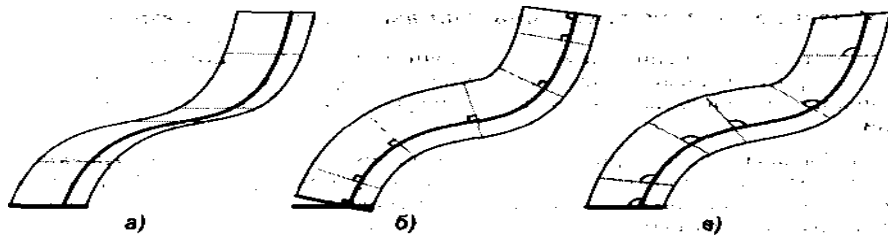

Рисунок 3.17 - Переміщення перетину: а) паралельно самому собі, б) ортогонально траєкторії, в) зі збереженням кута нахилу
На рис. 3.17 показано схему утворення кінематичного елемента при різній орієнтації перетину щодо траєкторії (початкове положення ескізу і траєкторії у всіх випадках однакове, результат побудови - різний).
- При виборі руху перетину *параллельно самому себе* перетин переміщується так, що в будь-якій точці елемента його площина рівнобіжна площині ескізу, що містить перетин (рис. 3.17, а).
- При виборі руху перетину *ортогонально траектории* перетин переміщується так, щоб у будь-якій точці елемента площина перетину була перпендикулярна траєкторії (рис. 3.17, б).
- При виборі руху перетину *с сохранением угла наклона* перетин переміщується так, щоб у будь-якій точці елемента кут між площиною перетину і траєкторією був постійним і рівним куту між площиною ескізу-перетину і траєкторією в початковій точці траєкторії (рис. 3.17, в).